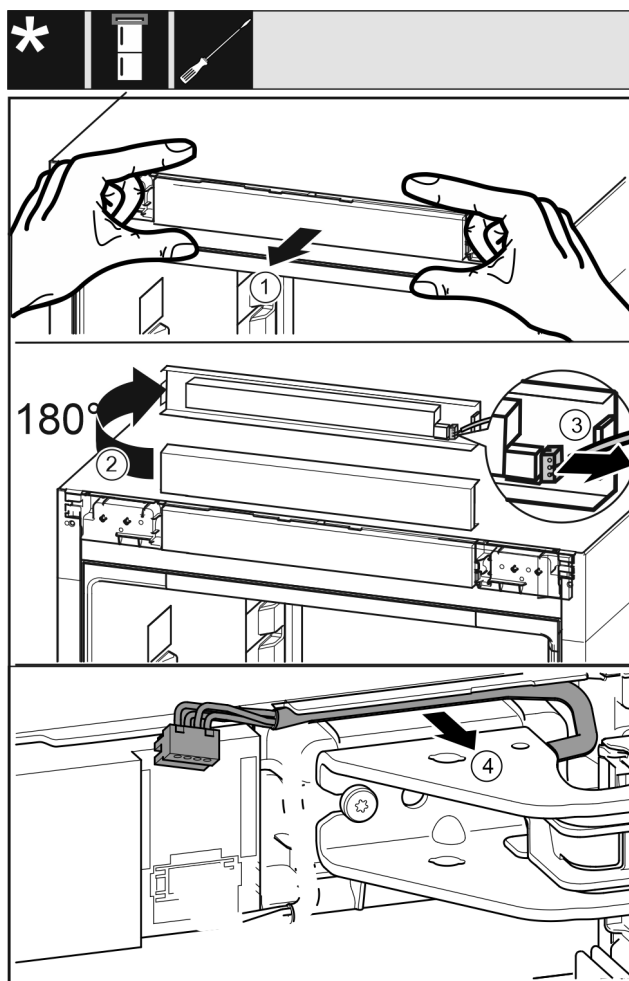

Fig. 21
- Panel Fig. 21 (1) opatrně povolte směrem dopředu.
- Panel Fig. 21 (2) otočte o 180° nahoru.
- Západku Fig. 21 (3) zatlačte dozadu a opatrně vytáhněte zástrčku.
- Kabel Fig. 21 (4) nad stojanem ložiska opatrně uvolněte z vedení.